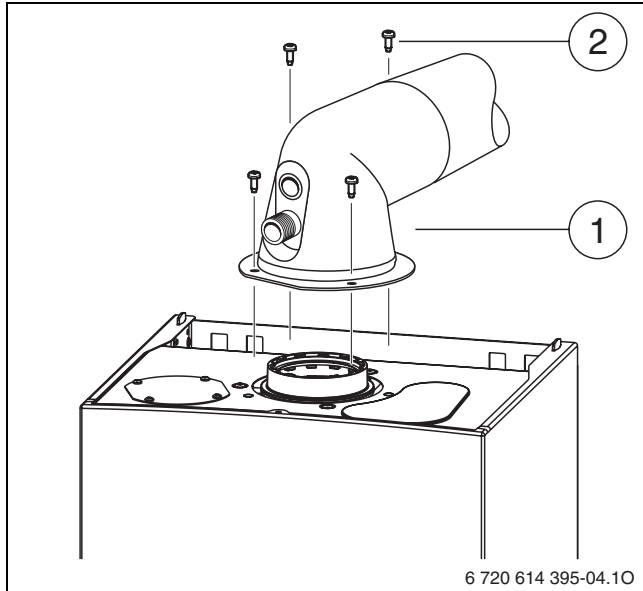

Fig. 15 Fissaggio accessori di aspirazione/scarico
- ▶ In caso di funzionamento senza bollitore, tappare i rif. 2 e 4, vedere Fig. 15 oppure montare tra i due raccordi dei rif. succitati, l'accessorio opzionale n° 1113.